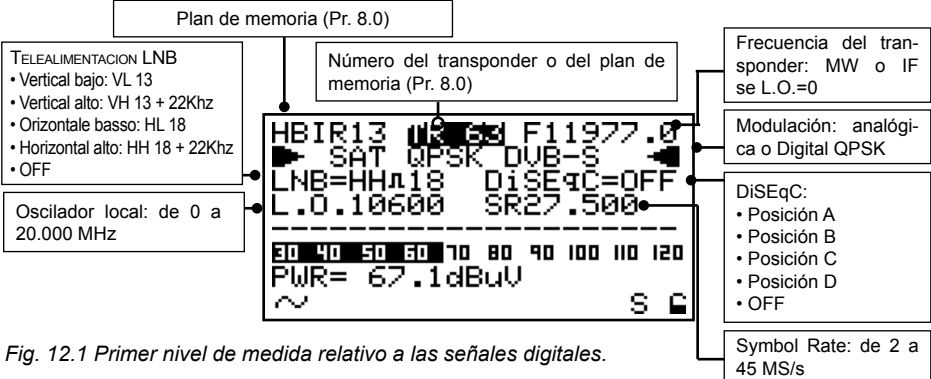
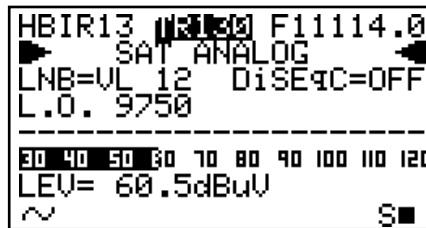

Fig. 12.1 Primer nivel de medida relativo a las señales digitales.
Fig. 12.2 Primer nivel de medida relativo a las señales analógicas.
5. De cualquier modo de funcionamiento en el que estemos, pulsando el botón de puesta en marcha [14] se vuelve al primer nivel de medida mostrado en fig. 12.1 o 12.2.
4. De cualquier nivel de medida en el que estemos, pulsando brevemente el botón de puesta en marcha [14], se vuelve al primer nivel de medida mostrado en fig. 12.1 o fig. 12.2.